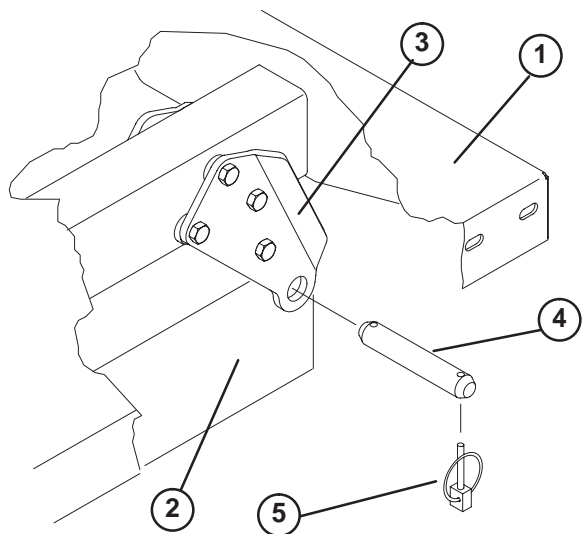

Figure 10
3. Retirez les axes qui fixent les extrémités des tiges de vérins aux plaques de montage du plateau en les poussant vers l'intérieur (Fig. 10).
4. Enlevez les goupilles à anneau et les axes qui fixent les supports de pivot aux profilés du châssis (Fig. 10).
**Remarque :** Vérifiez que les plaques de pivot arrière sont boulonnées aux châssis/profilé du véhicule de telle sorte que l'extrémité inférieure soit inclinée vers l'arrière (Fig. 10).
2. Avec précaution, placez le plateau sur le châssis du véhicule en alignant les trous des plaques de pivot arrière et ceux du profilé arrière du châssis. Montez (2) axes de chape et goupilles à anneau (Fig. 10).
3. Abaissez le plateau, fixez chaque extrémité de la tige du vérin aux fentes appropriées dans les plaques de montage du plateau au moyen d'un axe et d'une goupille à anneau. Insérez l'axe de chape par l'extérieur du plateau, la goupille à anneau étant à l'extérieur (Fig. 10). Les fentes arrière sont réservées à l'installation du plateau complet, et les fentes avant à l'installation du plateau 2/3.